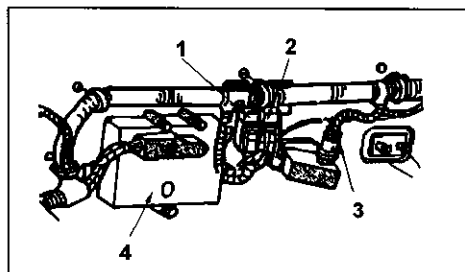

图 7-1-79 控制继电器接头位置
1. 接头位置:变速器控制继电器接头位于发动机仓内乘客侧隔热板上,见图 7-1-79。